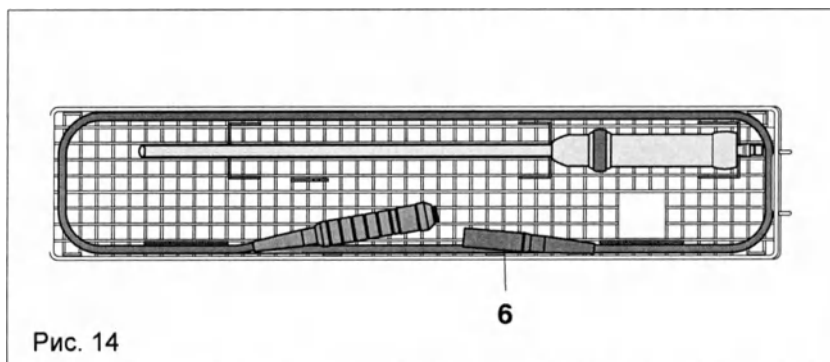

Рис. 14
- ◇ Вставить эндоскоп CCD и съемный кабель камеры (6) в соответствующие держатели (рис. 14).